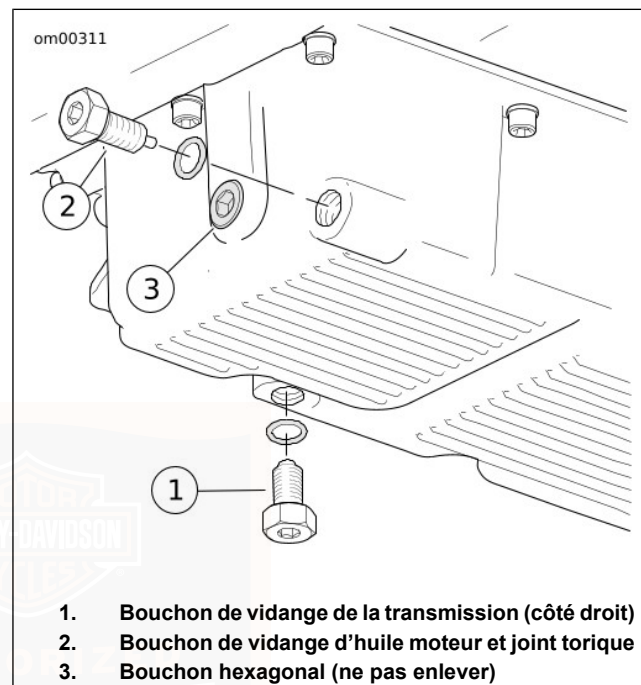

Figure 64. Carter d'huile
3. Voir Figure 64. Déposer le bouchon de vidange d'huile (2) et le joint torique. Laisser l'huile se vidanger complètement.